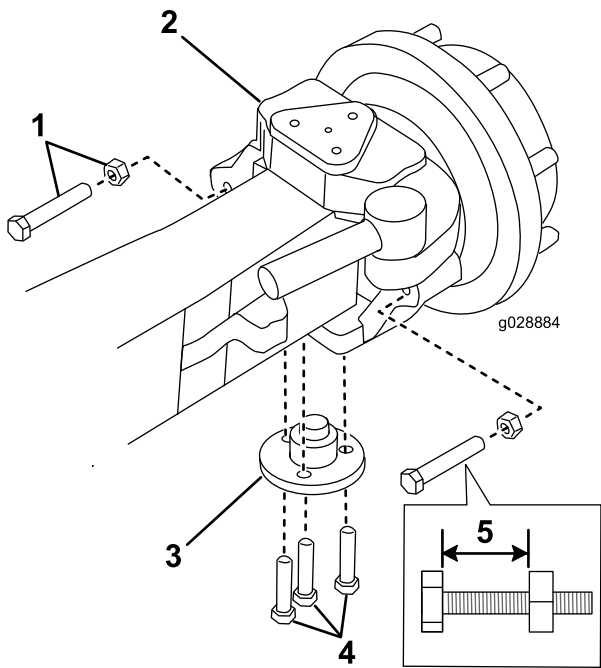

Figura 1
6. Mida y registre la longitud del perno expuesto en cada limitador de dirección (Figura 1).
1. Perno y tuerca (2)
7. Retire los pernos y las tuercas del limitador de dirección (Figura 1).
9. Retire los pernos que sujetan el pivote inferior (Figura 1).